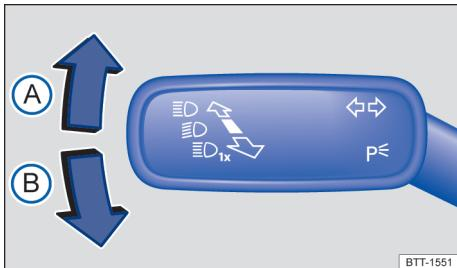

Fig. 88 No lado esquerdo da coluna de direção: alavanca dos indicadores de direção e do farol alto.
- Trazer a alavanca dos indicadores de direção e do farol alto → Fig. 88 da posição central para a seguinte posição:
- (A) Piscar à direita ➡.
- (B) Piscar à esquerda ➡.